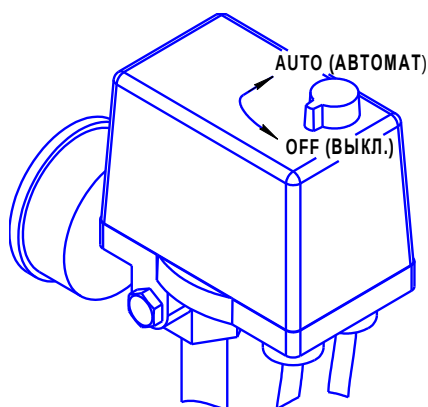

Рисунок 3
- 1 Проверьте, чтобы выключатель на прессостате находился в выключенном положении "OFF" (см. рисунок 3).
Для пуска компрессоров СБ4/С-50.LH20, СБ4/С-100.LH20 после срабатывания защиты выполните следующие действия: после того, как двигатель остынет до допустимой температуры переключите выключатель на прессостате в положение "OFF" (см. рисунок 3), а затем включите компрессор переключив выключатель в положение "AUTO".